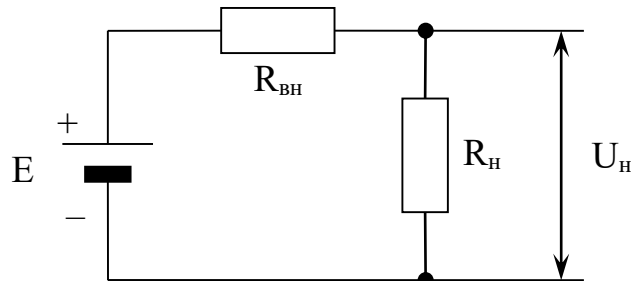

Рис.1
3. Произведите расчет напряжения U_H на нагрузке R_H (рис.1), по исходным данным руководителя.
4. Произведите расчет тока в цепи, представленной на рис.1, по исходным данным руководителя.